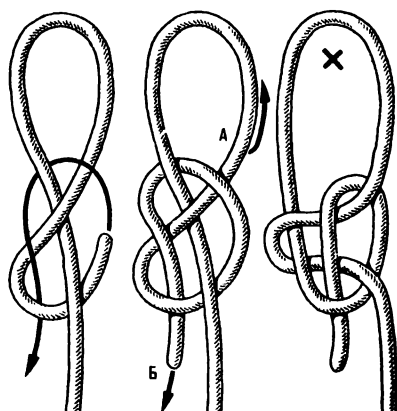

Рис. 117. Крабья петля
**Крабья петля или затягивающийся огон** (рис. 117). Особенность этого узла состоит в том, что он может работать в двух качествах: затягивающаяся петля или незатягивающаяся петля. Если концы крабьего узла в точках, отмеченных буквами *А* и *Б*, резко и сильно потянуть в разные стороны, указанные стрелками, узел перестает быть затягивающимся. Принимая форму, показанную на третьем справа положении на рисунке, узел больше не затягивается, его петля становится постоянной.